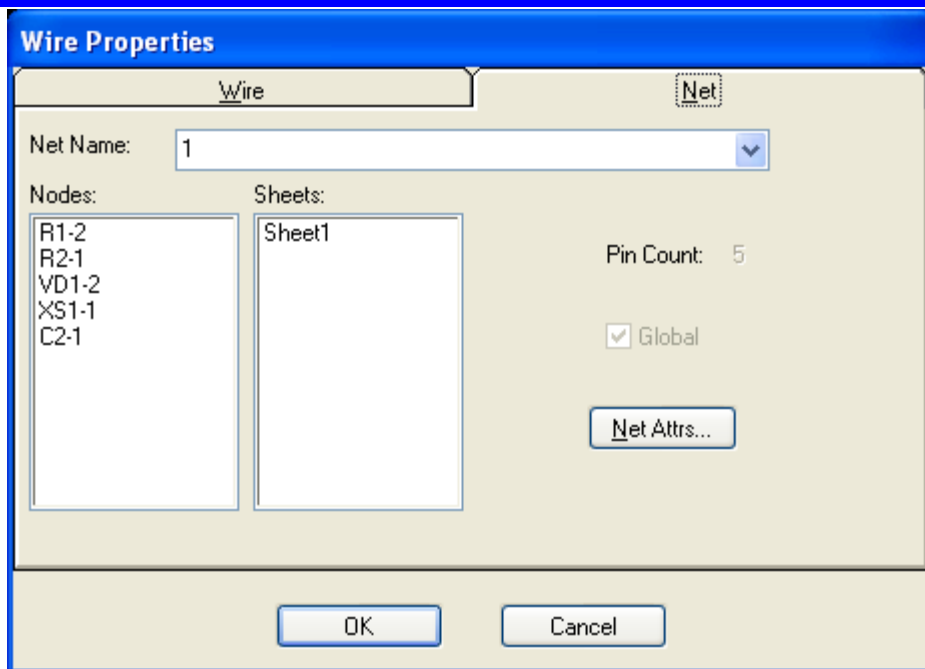

Рисунок 5.25 - Вкладка **Net** диалогового окна **Wire Properties** (Редактирование свойств цепи)
- На вкладке **Wire** (рис. 5.25) можно задать видимость имени цепи (флажок **Display**), ширину (**Width**), а также стиль отображения текстовой информации о цепи (**Text Styles**).